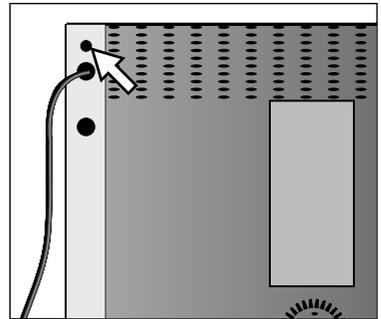

Abb. 23 TB zurücksetzen
2. Temperaturbegrenzer zurücksetzen. Dazu auf der Geräterückseite den roten Knopf neben dem Netzkabel eindrücken (Abb. 23). Dabei muss ein Einrastgeräusch („Klick“) zu hören sein.